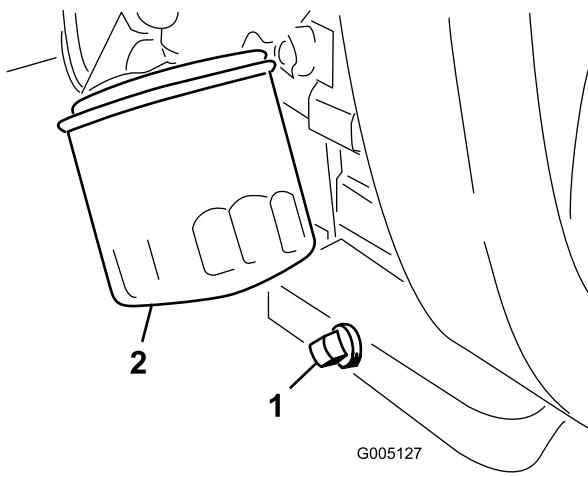

Figura 49
- Togliete il tappo di spurgo (Figura 49) e lasciate defluire l'olio in una bacinella. Quando l'olio cessa di defluire, rimontate il tappo.
- Togliete il filtro dell'olio (Figura 49). Spalmate un leggero strato di olio pulito sulla nuova guarnizione del filtro.